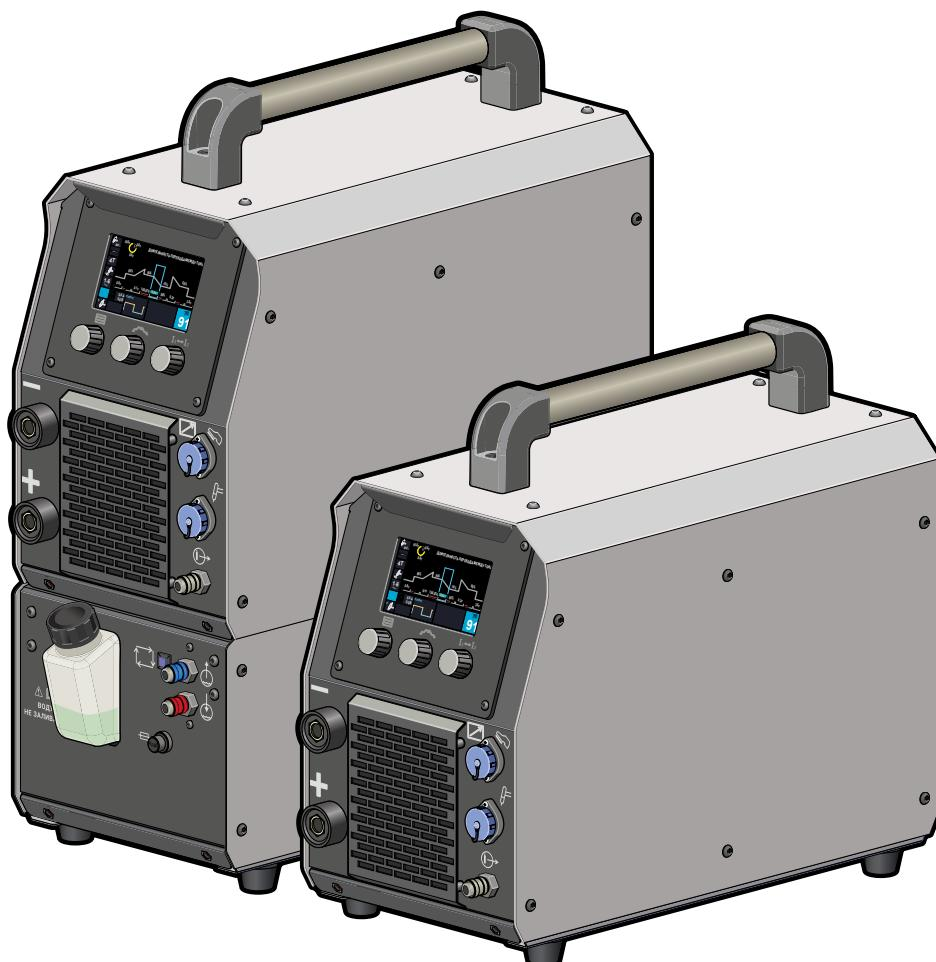
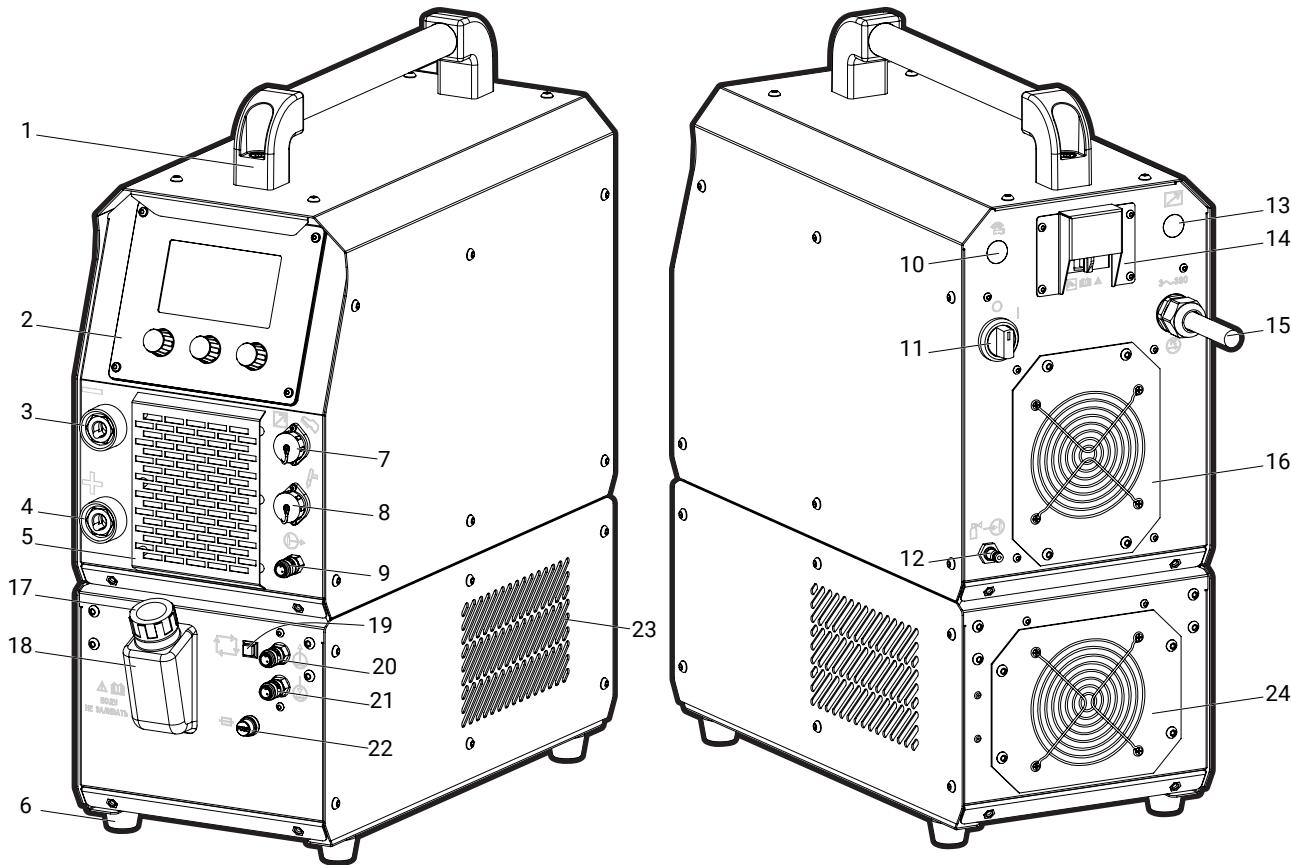

Рис. 1 – Общий вид аппарата TIG DC,
Рис. 2 – Расположение разъёмов и органов управления,
БЖО – устройство с адаптивным режимом работы, которое оптимизирует свою производительность в зависимости от температуры охлаждающей жидкости, её уровня и длины рукава сварочной горелки. Общий вид сварочного аппарата со встроенным БЖО приведен на Рис. 1 (слева). Органы управления БЖО обозначены на Рис. 2 (пункты 17–24).
БЖО оборудован кнопкой принудительной прокачки (см. п. 19 на Рис. 2). При нажатии насос работает безостановочно, независимо от наличия в баке охлаждающей жидкости и сигнала потока в системе.
- 4 Один конец газового рукава подключить к устройству входа защитного газа на задней панели сварочного аппарата (12 на Рис. 2), а второй – к газовому редуктору. Открыть вентиль на баллоне. В случае централизованной подачи защитного газа необходимо подключить газовый рукав к газораздаточному посту.
6 Подключить обратный кабель (кабель массы) к силовому разъёму «+» аппарата (4 на Рис. 2) и закрепить зажим кабеля на свариваемой детали.
8 Подключить кабель управления горелки к 7-контактному разъёму (8 на Рис. 2), соблюдая схему подключения (Рис. 31).
9 Подключить силовой разъём горелки к силовому разъёму «-» аппарата (3 на Рис. 2).
10 Подключить газовый рукав горелки к разъёму подачи защитного газа (9 на Рис. 2).
12 Если используется педаль либо один из пультов дистанционного управления (ПДУ-Д, ПДУ-Р), то присоединить кабель управления к 12-контактному разъёму (7 на Рис. 2), соблюдая схему подключения (Рис. 31).